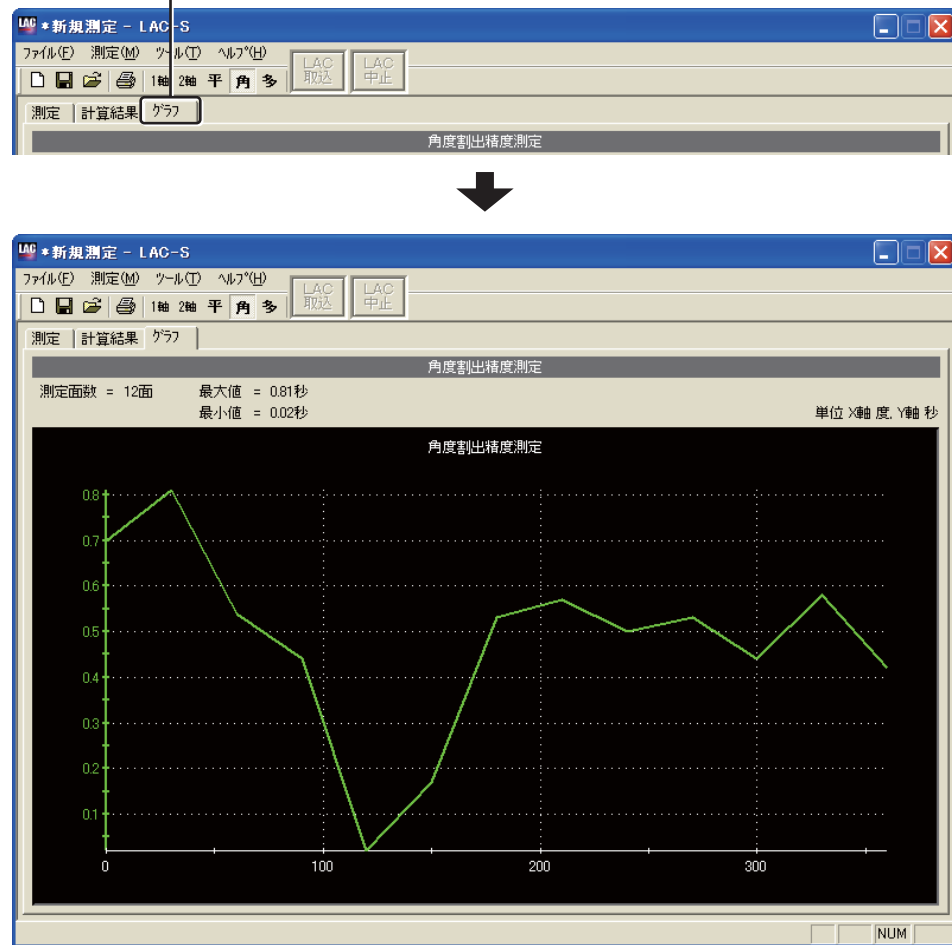

図5-10-13
5.10.2で行った計算結果が「グラフ」として表示されます。角度割出精度測定画面の[グラフ]タブをクリックすると「グラフ」が表示されます(図5-10-13)。